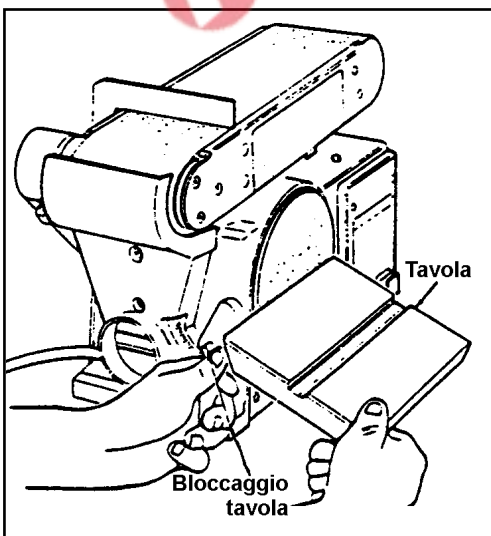

Figura 21 – Inclinazione della tavola di lavoro.
1. Allentare la leva di blocco (E), ruotandola in senso antiorario (figura 21).
2. Inclinare la tavola secondo l'angolazione desiderata, verificando l'inclinazione sulla scala graduata (figura 21), dopodiché ri-bloccare la tavola serrando la leva (E) in senso orario.